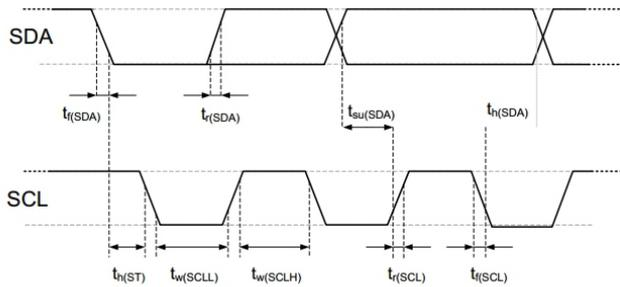

图12 数字输入/输出端的时序图、缩略语在表 8 中进行了解释。较粗的 SDA 线由传感器控制、普通的 SDA 线由单片机控制。请注意 SDA 有效读取时间由前一个转换的下降沿触发。
SDA 引脚用于传感器的数据输入和输出。当向传感器发送命令时，SDA 在串行时钟（SCL）的上升沿有效，且当 SCL 为高电平时，SDA 必须保持稳定。在 SCL 下降沿之后，SDA 值可被改变。为确保通信安全，SDA 的有效时间在 SCL 上升沿之前和下降沿之后应该分别延长至 TSU and TH0 -参考图 12。当从传感器读取数据时，SDA 在 SCL 变低以后有效 (TV)，且维持到下一个 SCL 的下降沿。
电气特性，如功耗、输入和输出的高、低电平电压等，依赖于电源供电电压。为了使传感器通讯顺畅，很重要的一点是，确保信号设计严格限制在表 7、8 和图 12 所给出的范围内）。
表 8 I2C快速模式数字输入/输出端的时序特性。具体含义在图12 有所显示。除非另有注明。